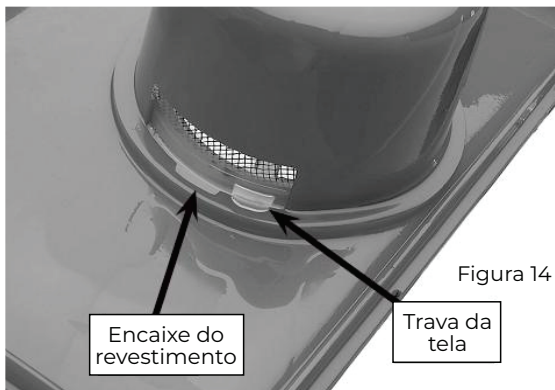

Figura 14
2.3 Remova a tela do revestimento plástico girando-a para alinhar a aba da tela com a fenda do revestimento, conforme visualizado pela parte inferior na Figura 14.